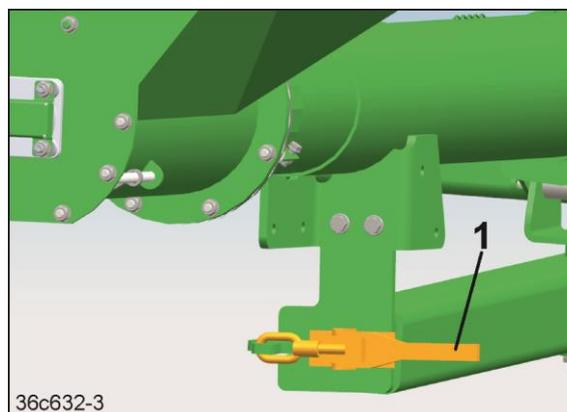

Fig. 398
1. Die Befüllschnecke im Transporthalter ablegen und mit dem Exzenterverschluss (Fig. 398/1) befestigen.